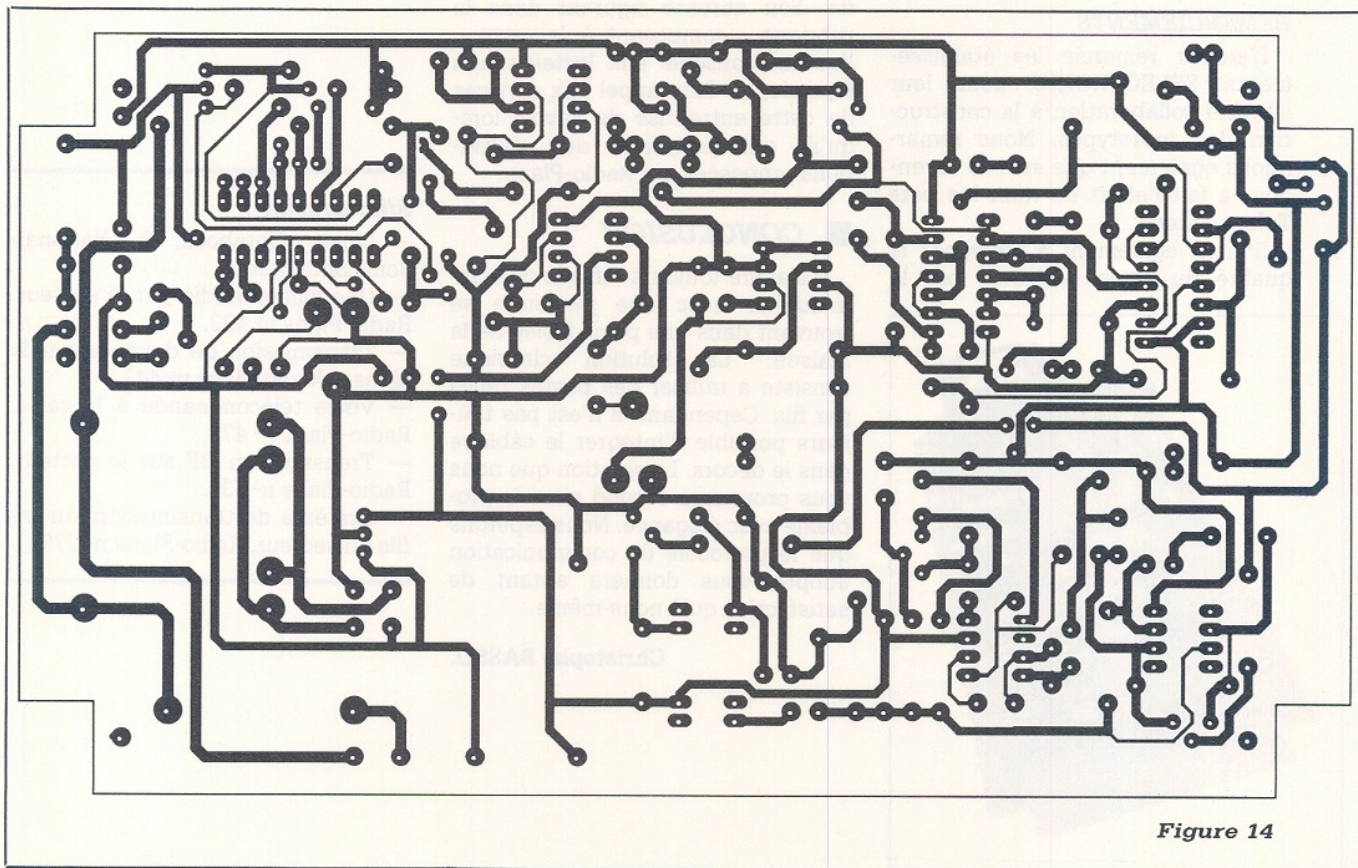

Figure 14
L'ensemble des électroniques tient sur une carte imprimée dont le tracé vous est donné en **figure 14**. L'implantation apparaît en **figure 15**. N'oubliez pas le câblage en fil blindé monoconducteur de la pin(18) d'IC1 à C28 et la jonction pin(5) d'IC1 à R40. Attention aux nombreux straps, notamment ceux situés sous les circuits intégrés. On s'inspirera des photos pour l'usinage du coffret.